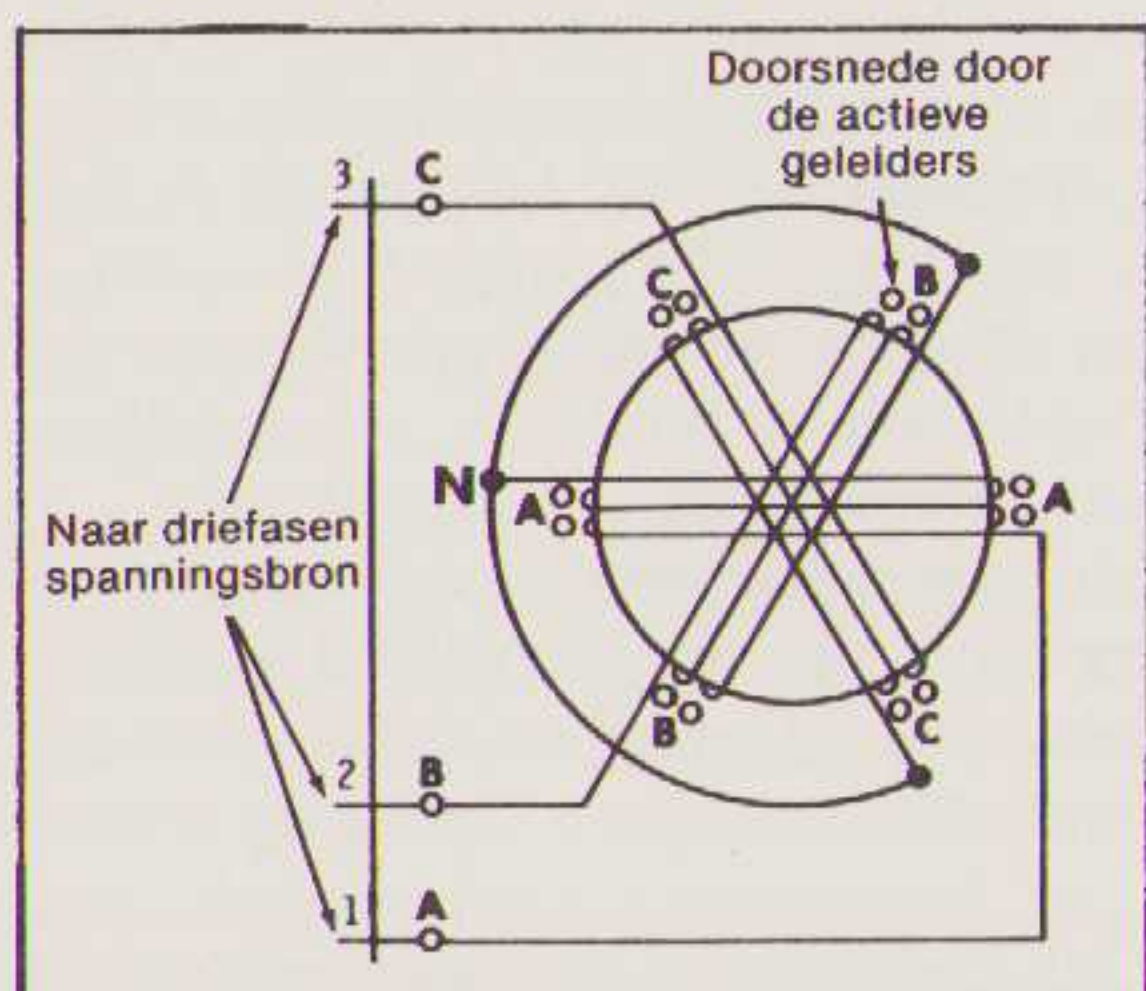
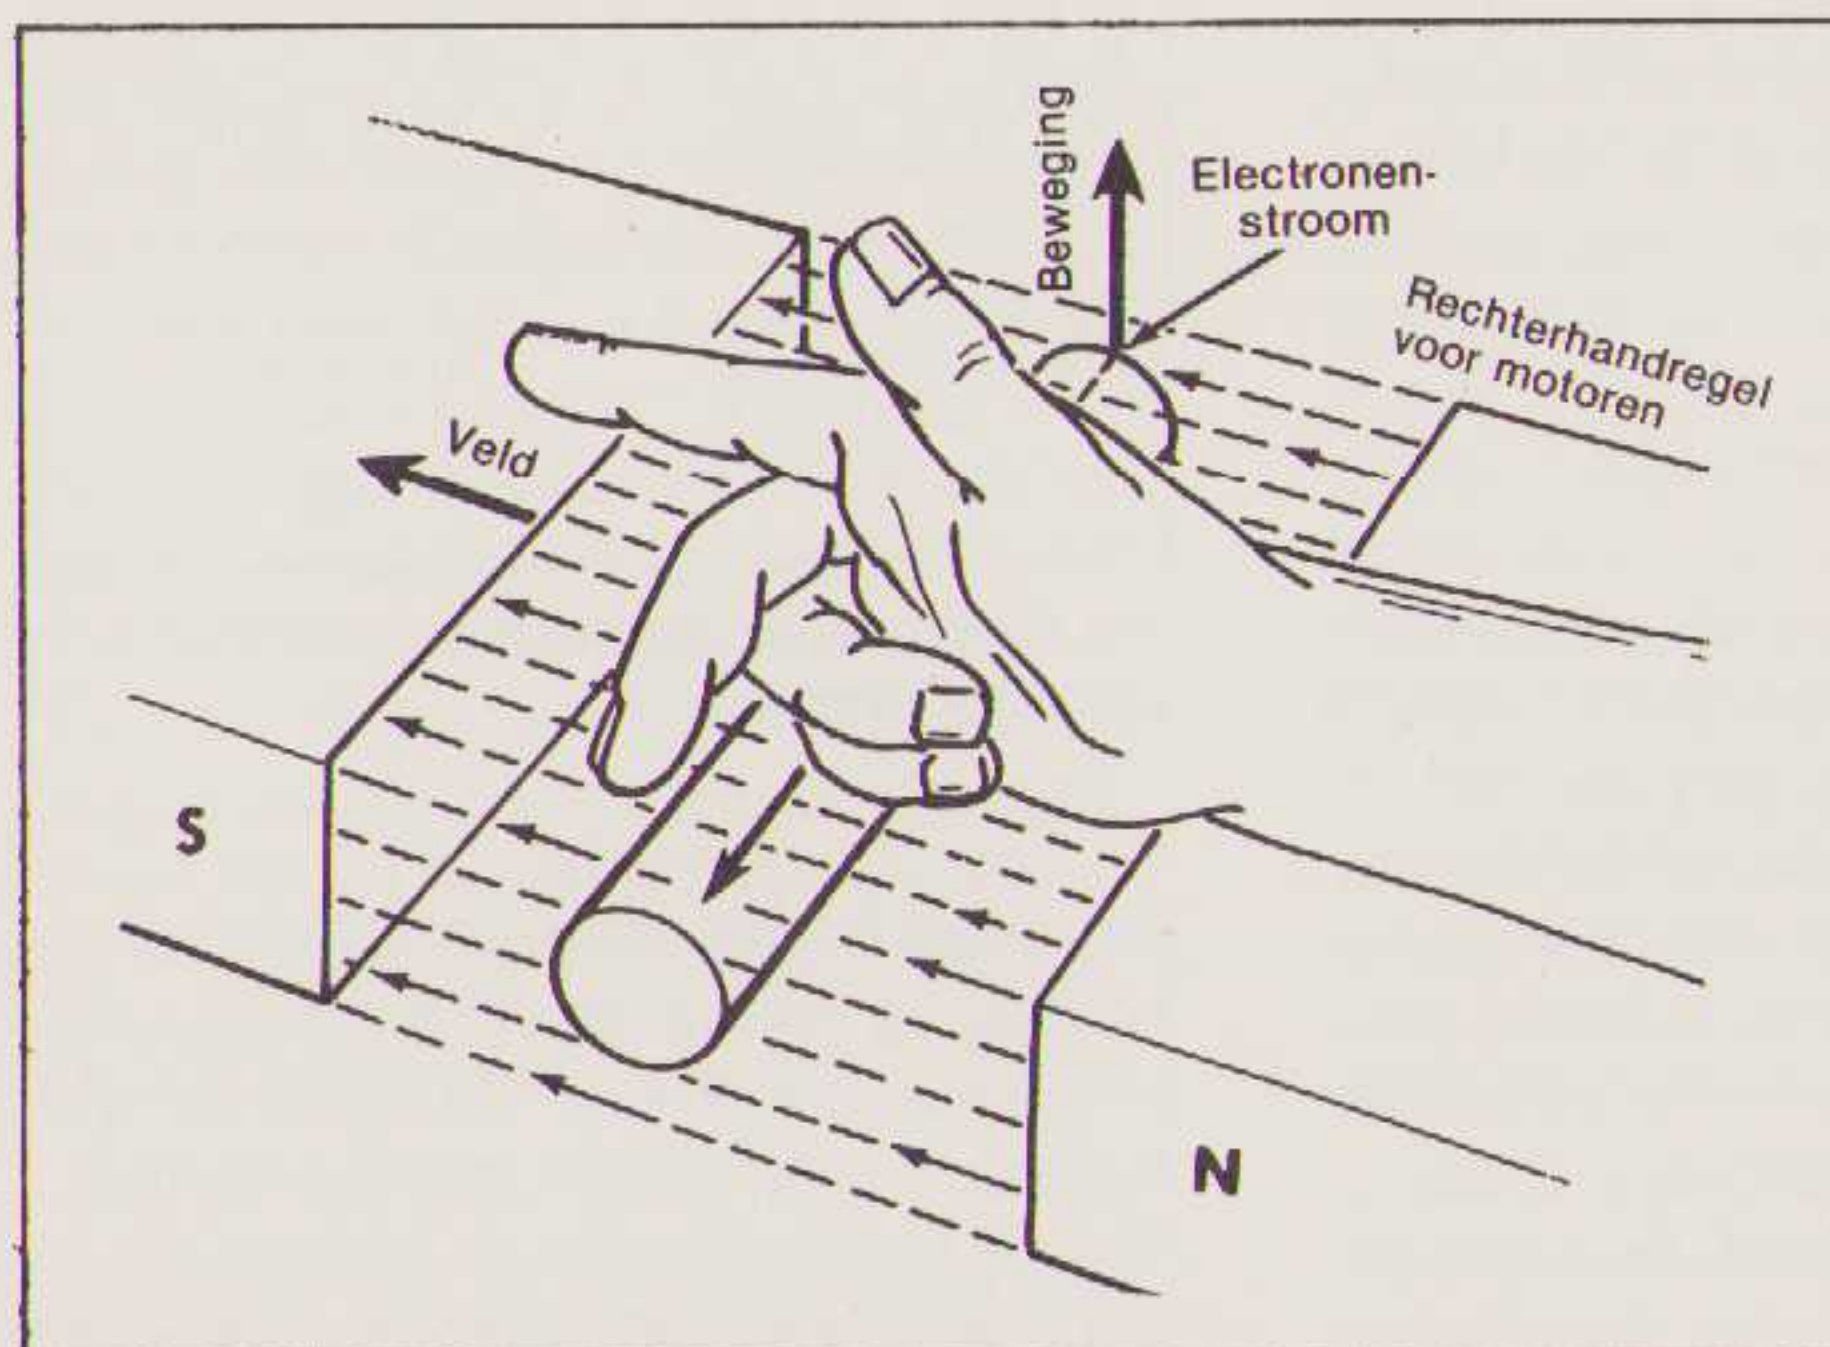
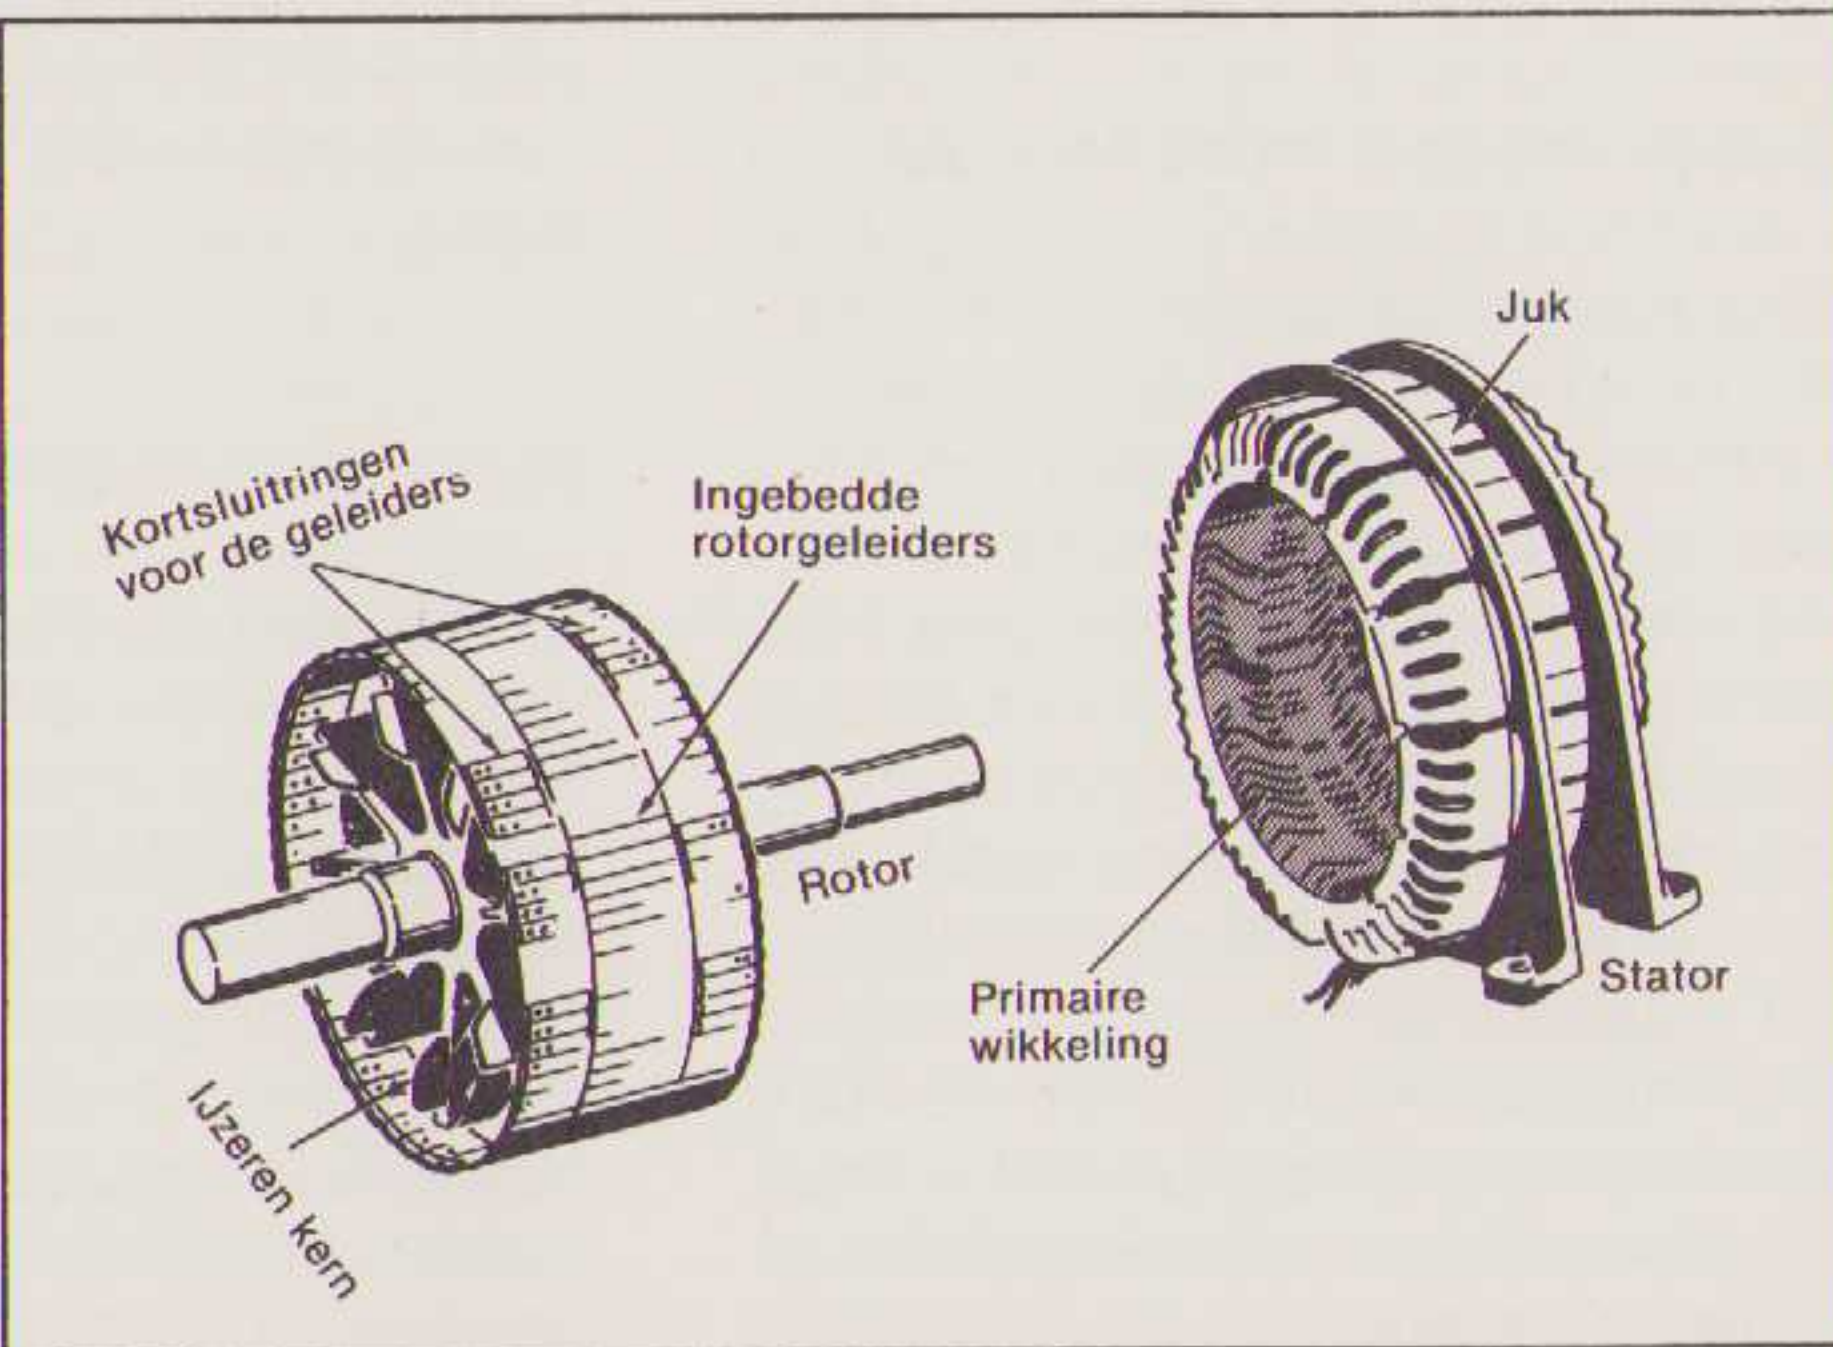

Fig.14. De windingen van een driefasen inductiemotor.
Fig.15. Visualisatie van de rechterhandregel.
Fig.16. Rotor en stator van een driefasen inductiemotor.
guur bekeken op 6 verschillende posities, die telkens 60° van elkaar zijn verwijderd. Op moment (1) is de stroom in fase B maximaal positief, in dit geval 10 ampère. We beschouwen de stroom als positief wanneer hij naar een van de uitgangspunten van de motor loopt en negatief wanneer hij de motor binnenstroomt. Op moment (1) vloeit door de punten A en C een stroom van -5 A. Deze stromen komen in het gemeenschappelijke of neutrale punt bij elkaar, waardoor uiteindelijk via punt B een stroom loopt van +10 A. Het resulterende veld op moment (1) staat naar rechtsonder gericht, wat door een pijltje is aangegeven (N → S). Het grootste gedeelte van dit veld wordt door de B-fase geproduceerd, daarin bijgestaan door de naburige fasen A en C, die op halve sterkte meewerken. De zwakkere porties van het veld worden aangegeven met de letters 'n' en 's'. Het resultaat is een tweepolig veld dat de ruimte omspant, waar normaal gesproken de rotor in zit. Op moment (2) is de stroom van fase B nog maar de helft, +5 A in dit geval. De stroom in fase C is van -5 A tot -10 A. Het resulterende veld wijst nu naar rechtsboven, wat op dezelfde manier met een pijltje is aangegeven. Het grootste gedeelte van het veld wordt opgewekt door fase A, terwijl de zwakkere gedeeltes door fasen B en C worden opgewekt, die op halve sterkte meewerken. Op moment (3) is de stroom in fase C gelijk aan +10 A en het veld wijst recht omhoog. Op moment (4) wordt de stroom in fase B gelijk aan -10 A en het veld wijst naar linksboven. Op moment (6) is de stroom in fase C gelijk aan -10 A en het veld wijst recht naar beneden. Moment (7), hier niet aangegeven, is precies gelijk aan moment (1), waarbij het veld naar rechtsonder wijst. Een complete omwenteling van het tweepolige veld ontstaat dus als gevolg van een volledige periode van 360 elektrische graden van driefasen stromen door wikkelingen. De draairichting van het magneetveld keert om wanneer twee willekeurige draden naar de drie aansluitpunten van de motor worden omgewisseld. Beschouw bijvoorbeeld **fig.14**.
de geleiders van de rotor een spanning wordt geïnduceerd. Tengevolge van deze inductiespanning gaat er in de rotor een stroom lopen. Zo ontstaat er een motorkoppel tengevolge van de wisselwerking tussen de rotorstroom en het draaiveld. De rotor is dus niet elektrisch verbonden met de voedingsbron. Voor het begrijpen van de werking van de inductie is het noodzakelijk de bekende 'rechterhandregel' nog even te memoriseren (zie fig.15). Wanneer we de bewegingsrichting van een geleider in een magneetveld willen voorspellen, doen we het volgende. We zorgen ervoor dat de duim, de wijsvinger en de middelvinger onderling een rechte hoek met elkaar maken, zoals in de tekening is aangegeven. De wijsvinger wijst in de richting van de elektronenstroom door de geleider. De duim geeft dan de bewegingsrichting aan van de geleider in het magneetveld. De geleider, het veld en de kracht staan steeds evenwijdig aan elkaar. In fig.14 zien we de wikkelingen van een driefasen inductiemotor. In fig.16 zien we de essentiële onderdelen daarvan: de rotor en de stator. Het